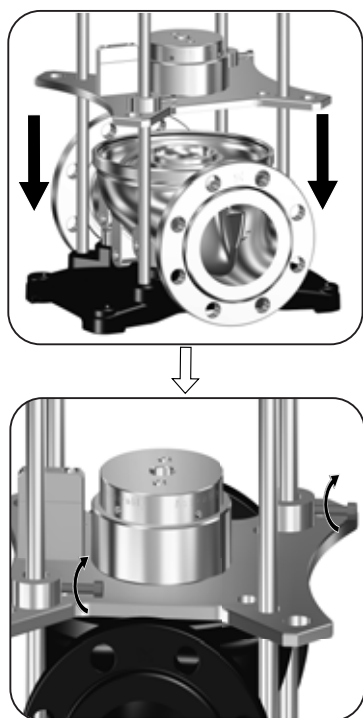

Рис. 21 Приспособление Н2 для установки на основании насоса
1. Установите приспособление В в торец вала насоса (51).
2. Установите подъемное оборудование на приспособление В и снимите комплект камер с основания насоса (6).
4. Надежно закрепите приспособление Н2 в основании насоса (6). Правильное положение установки показано на рис. 21.